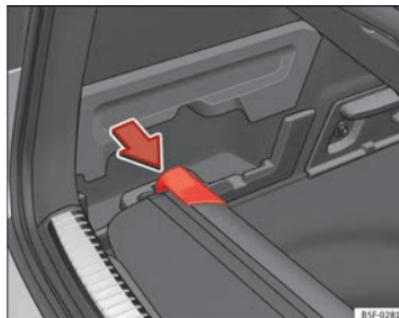

Fig. 97 Dans le coffre à bagages : logement pour ranger la plage arrière.
- Appuyez sur la tête de la plage arrière enroulable dans le sens de la flèche jusqu'à l'insérer dans le logement prévu à cet effet ⇒ fig. 97.